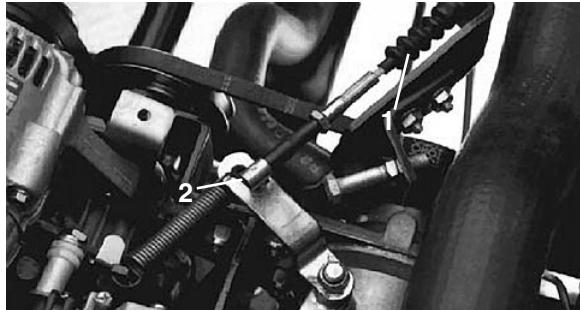

**Bild 48**
### Lüfterriemen (Bild 48)
2. Entfernen Sie die Ablassschraube (Bild 48) seitlich am Behälter und lassen die Flüssigkeit in eine Wanne ablaufen.